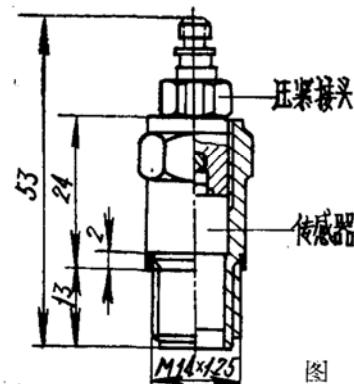

图 6
- 2) 当测量物提供的传感器安装壁较薄时，传感器不能直接安装于测量物的壁上，必须通过传感器安装转接座进行安装，再用上述三种压紧接头压紧，具体结构如图6所示。